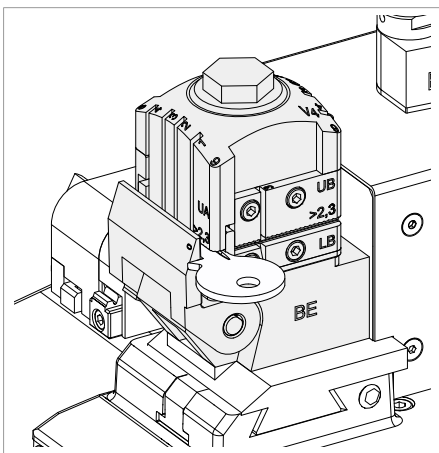

Fig. 126
- 2) Instaleer de ijkmal Z3 op de zijde A van de spanbek ( **BE-V4 LA-UA** ) met de aanslag correct tegen het kaliber (Stop 0) (Fig. 126).